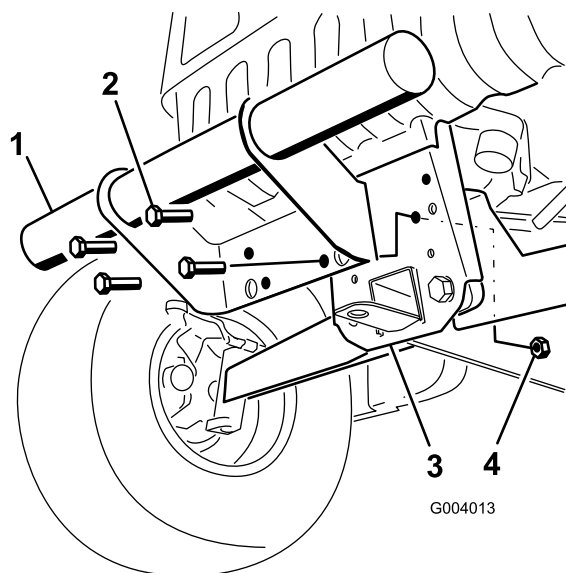

Figure 5
2. Alignez les trous de montage et assujettissez le pare-chocs au châssis à l'aide des fixations retirées (Figure 5).